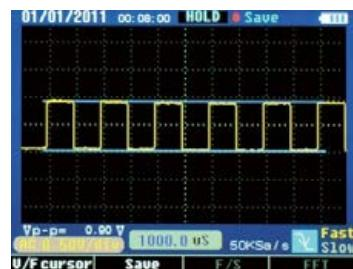

Figura 2-11-3
- Cursor de tensão: cursor de tensão é exibido como linha horizontal na tela, que pode medir o parâmetro vertical. O resultado aparece na parte inferior. Ver figura 2-11-3.